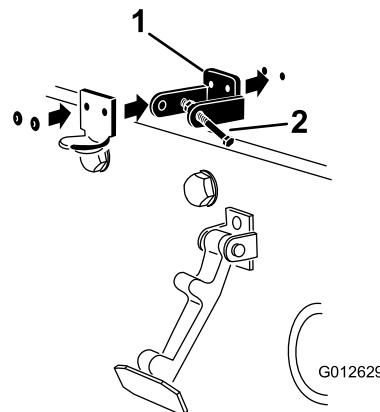

図 4
3. CE 用ロックブラケットとフードラッチブラケットの取り付け穴をそろえて、フードの上に位置決めする。ロックブラケットをフードに当てて取り付ける図4。ロックブラケットアームからボルトナットアセンブリを外してしまわないこと。
4. ブラケットとワッシャをフードにリベットで固定する図4。